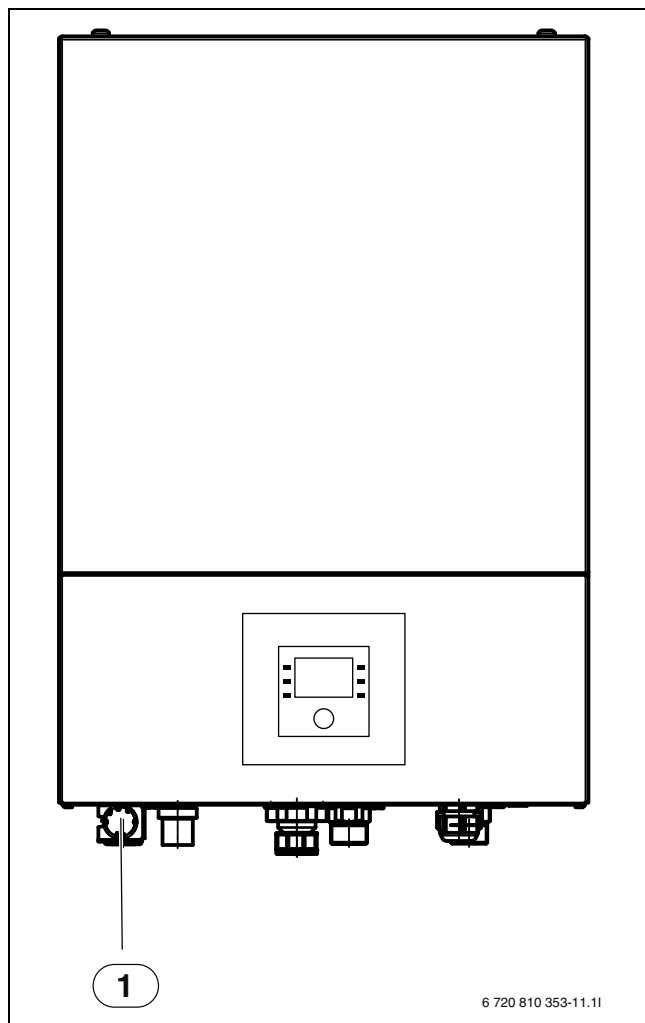
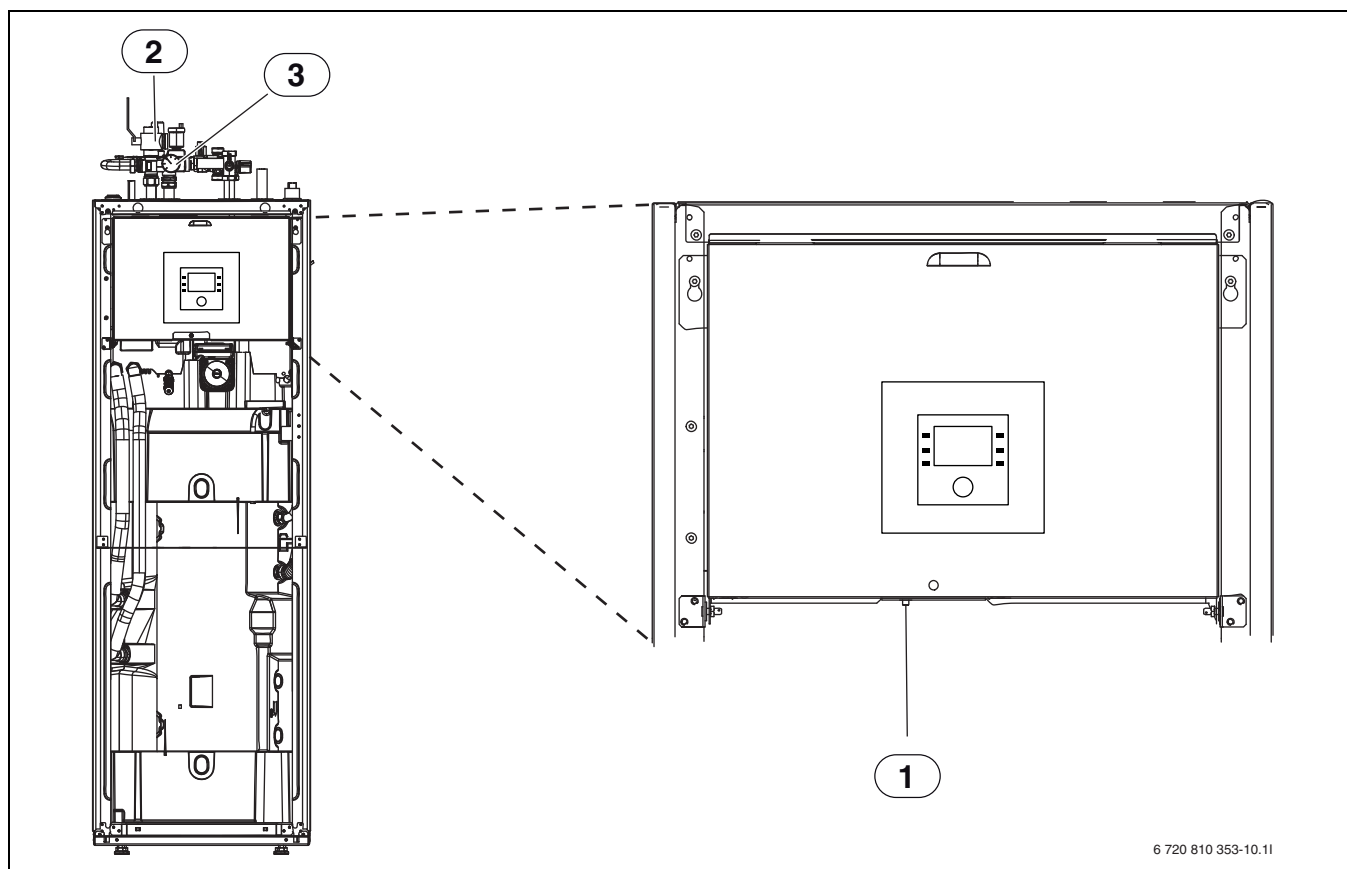

Рис. 6 AWE
Рис. 8 AWM/AWMS
- ▶ Проверьте давление на манометре (→ рис. 6 или рис. 8).